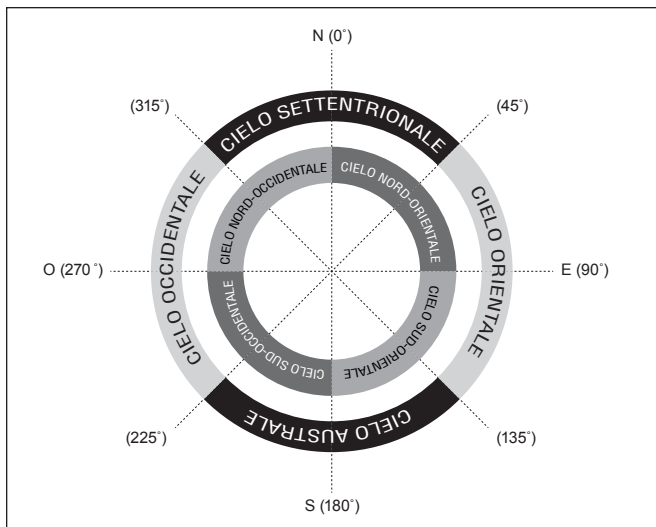

Figura 18. Regioni direzionali del cielo utilizzate nel metodo di allineamento con la "stella più luminosa".
2. L'unità di controllo manuale chiederà "Select Region" (seleziona regione). Facendo riferimento alla **Figura 18**, scegliere la regione che corrisponde a dove si vede la stella più luminosa nel cielo. Ci sono otto regioni sovrapposte tra cui scegliere, ciascuna che copre un arco di 90 gradi in azimut. La direzione scelta interesserà solo la selezione della stella di allineamento, sarà comunque possibile scegliere gli oggetti da osservare in tutto il cielo, una volta completato l'allineamento. Durante il processo può essere utile fare riferimento alla bussola inclusa. La parte rossa del puntatore indica il nord, quindi orientare la bussola in modo che la "N" (0 gradi) si trovi direttamente sotto la punta rossa.